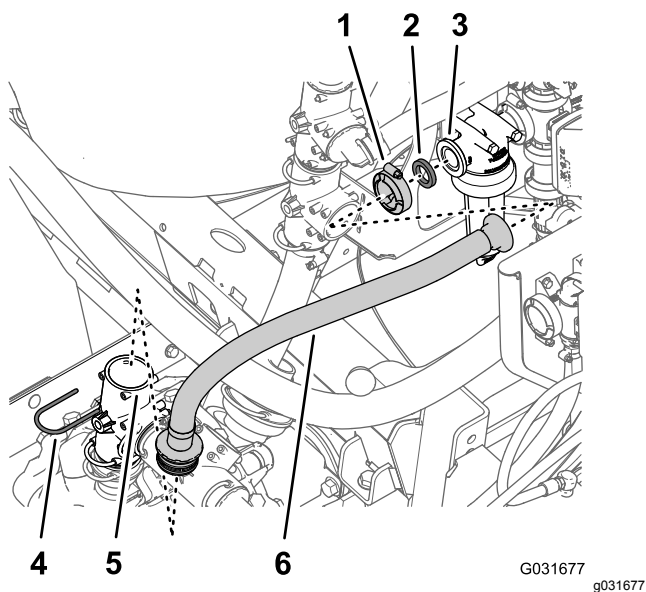

Figura 215
1. Togliete il fermo che fissa il raccordo dentellato diritto del flessibile di alimentazione al raccordo a T nella pompa dell'irroratrice e togliete il raccordo diritto dal raccordo a T (Figura 215).
2. Rimuovete il morsetto flangiato che fissa il flessibile di alimentazione e la guarnizione alla flangia della testa del filtro e rimuovete il flessibile dalla macchina (**Figura 215**).